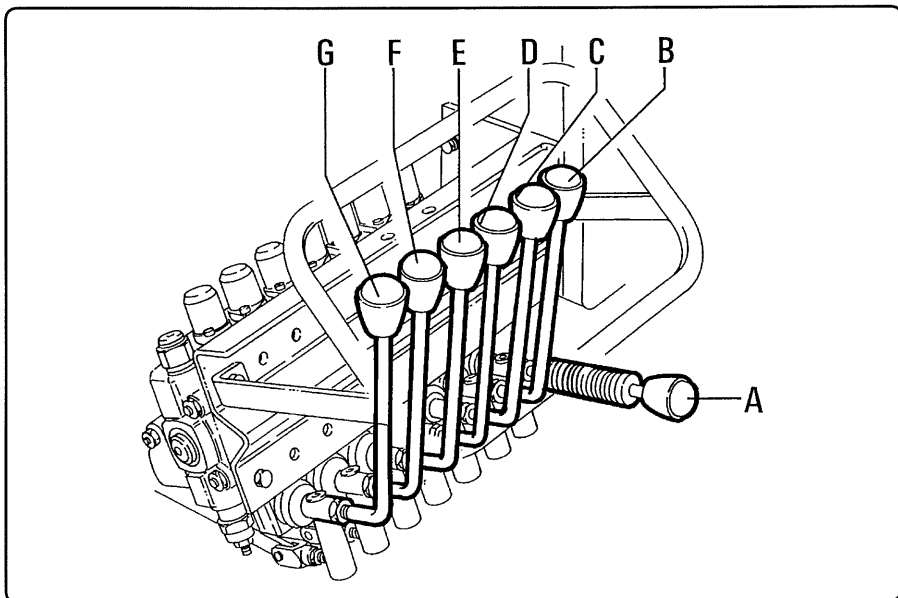

fig. 5.3.1
5.2 - Comandi distributore (lato destro) fig. 5.3.1
5.2 - Control valve block (right hand side) fig. 5.3.1